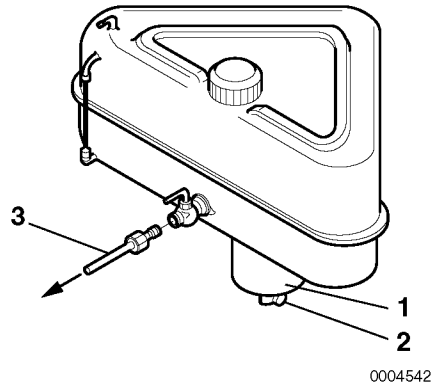

Abbildung 1
1. Stellen Sie zum Auffangen des Kraftstoffs eine Auffangwanne unter den Ablasshahn (**Abbildung 1, (2)**).